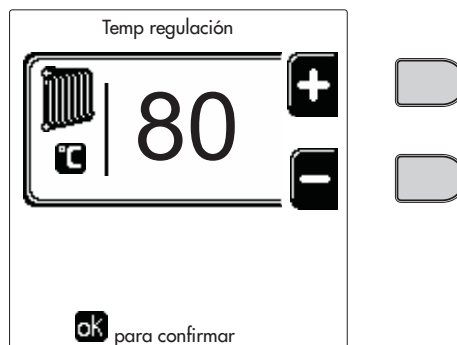

fig. 12
- **ON**. Ante una demanda de calefacción/ACS, la caldera funciona a la temperatura de Regulación de calefacción/ACS (fig. 12/fig. 14) programada.
- **re**. Ante una demanda de calefacción/ACS, la caldera funciona a la temperatura de Regulación Reducida. La temperatura reducida se obtiene restando la temperatura de Regulación Reducción a la temperatura de Regulación calefacción/ACS (fig. 12/fig. 14) programada.